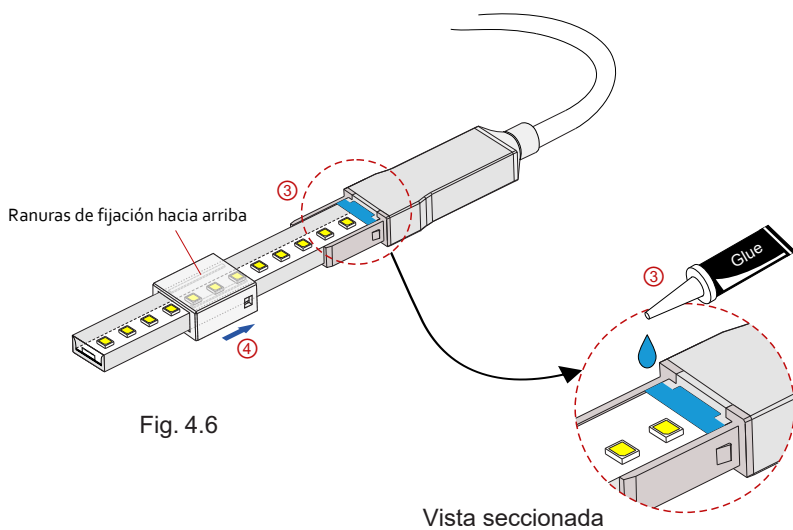

Fig. 4.6
- Fig. 4.6 — Inserte correctamente el pegamento adhesivo de silicona y para conseguir estanqueidad IP65.